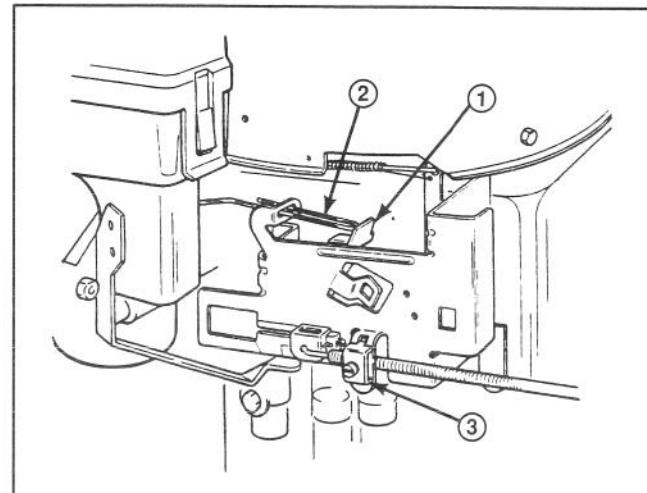

Abbildung 19
2. Der Gashebel sollte soeben mit der Chokeverbindung Kontakt nehmen (Abb. 19); wenn sich diese Teile nicht in der angegebenen Lage befinden, wird eine Einstellung erforderlich.
- B. Die Drosselkabelklemme (Abb. 19) lösen und das Bowenzugäußere und den Draht soweit bewegen, bis der Drosselhebel die Chokeverbindung berührt.